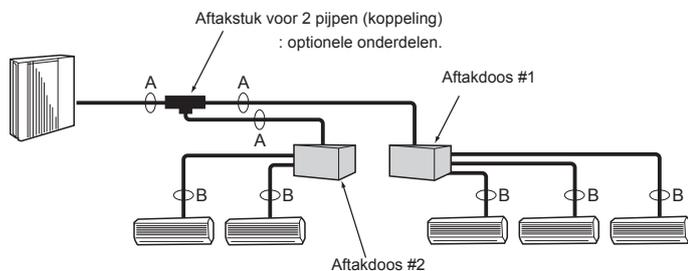

Fig. 4-3
4.3.2. Aansluiting met aftakdoos (Fig. 4-3)